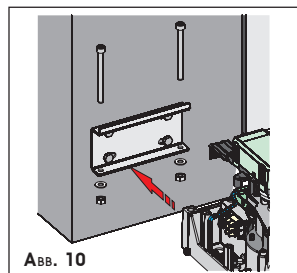

Abb. 10
④ Den Antrieb mit den beiden Schrauben M8x100 und den entsprechenden im Lieferumfang enthaltenen Müttern auf dem soeben befestigten Bügel positionieren (Abb. 10).